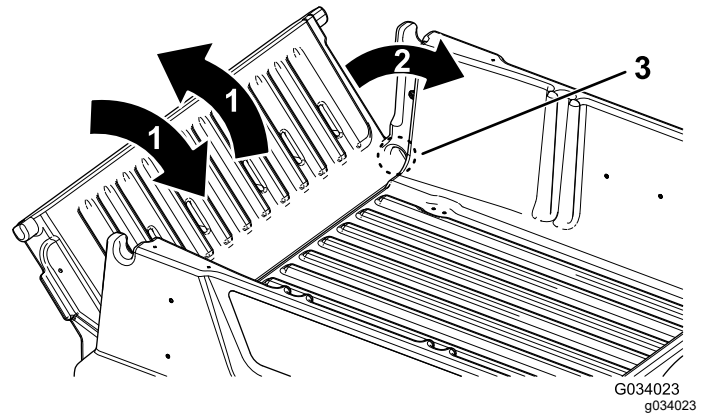

Bild 24
2. Drehen Sie die Heckklappe auf eine ungefähre Stellung von 45° (Bild 24).
3. Drehen Sie die Heckklappe mehrmals mit kurzen, schüttelnden Bewegungen (Bild 24).